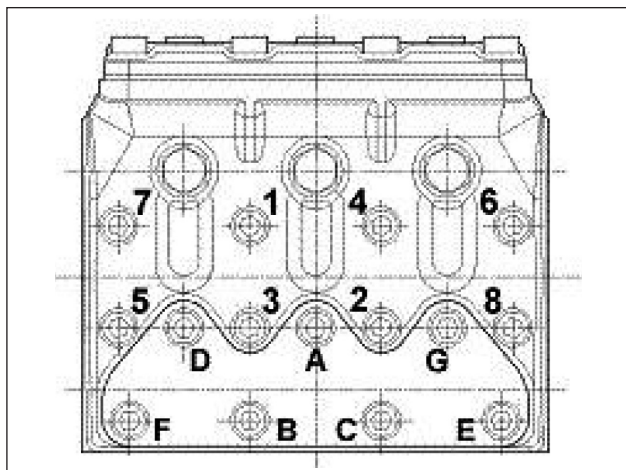

Fig. 33
** Les vis de fixation de la culasse doivent être serrées à l'aide d'une clé dynamométrique en lubrifiant la sous-tête en respectant l'ordre de Fig. 33.
*** Les vis de fixation des couvercles de soupapes doivent être serrées à l'aide d'une clé dynamométrique en lubrifiant la sous-tête en respectant l'ordre de Fig. 33.